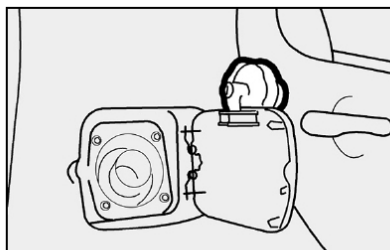

fig. 124
- após a retirada da tampa, encaixe-a no suporte existente na portinhola **fig. 124**.